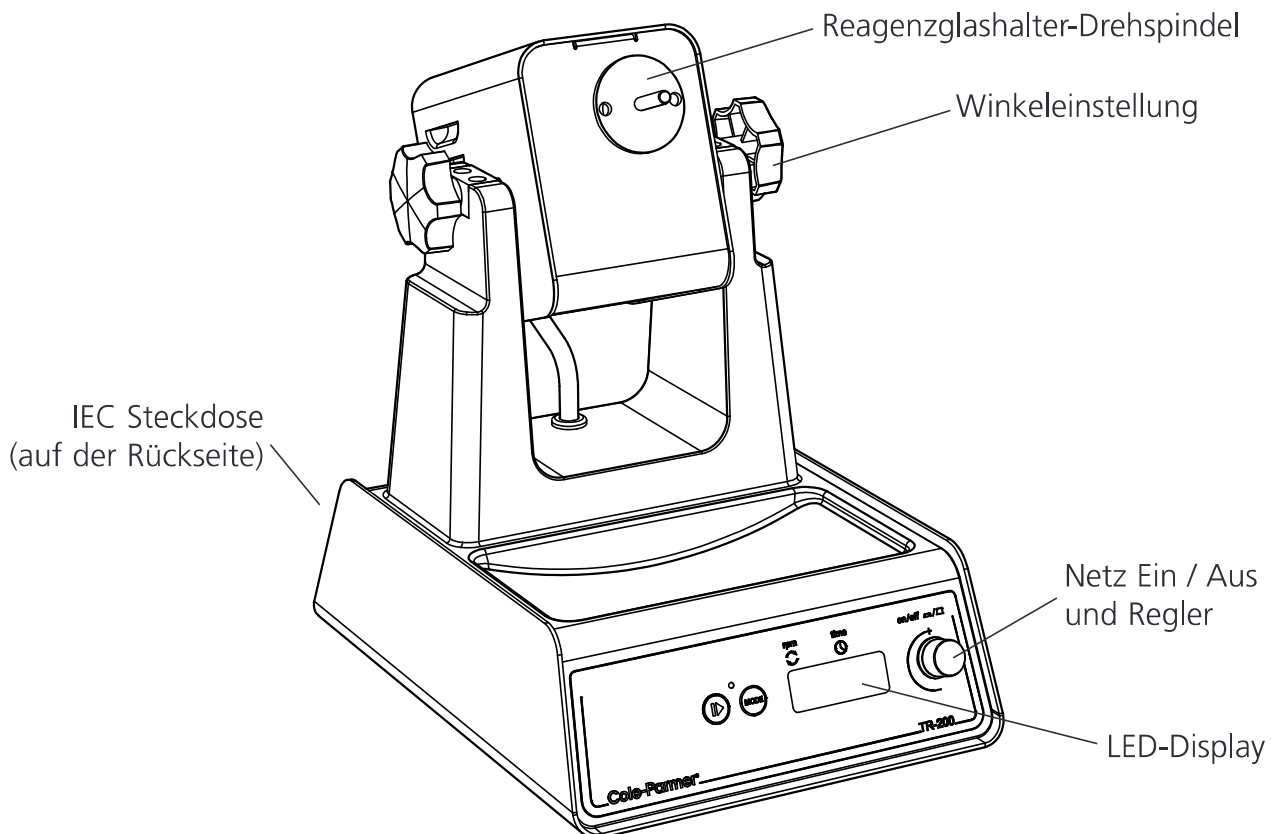

Abbildung 2: Rotator, einstellbare Drehzahl
Para guardar una velocidad frecuentemente utilizada, encienda la unidad pulsando el pomo de control (véase la fig. 2) y seleccione un valor de velocidad (2 a 40 rpm) y un valor de tiempo (1 minuto hasta 9999, 1 segundo hasta 90 minutos o 1 minuto hasta 9 horas o continuo - - -)
Schalten Sie das Gerät durch Drücken des Reglers auf ON (siehe Abb. 2). Die aktuelle voreingestellte Rotationsgeschwindigkeit wird auf dem roten Display angezeigt (der rote Punkt im Display zeigt an, dass UPM gewählt ist). Die Geschwindigkeit kann durch Drehen des Reglers eingestellt werden. Nach dem Einstellen der gewünschten Drehzahl drücken Sie die Taste Start / Stop um die Rotation zu beginnen. Die Drehbewegung kann durch Drücken der gleichen Taste jederzeit wieder angehalten werden.
Um oft verwendete Drehzahl-/Zeitwerte zu speichern, wird das Gerät durch Drücken des Bedienknopfes (siehe Abb. 2) eingeschaltet (ON). Nun können Drehzahl (2 bis 40 UPM) und Zeit (entweder 1 bis 9999 Minuten, 1 Sekunde bis 90 Minuten bzw. 1 Minute bis 9 Stunden, oder Dauerbetrieb) nach obiger Anweisung gewählt werden. Schalten Sie anschließend das Gerät durch Drücken auf den Bedienknopf aus (OFF). Warten Sie 5 Sekunden und schalten Sie das